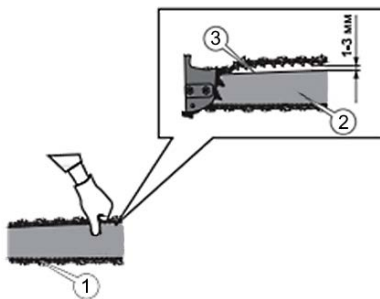

Рисунок 3
3.2.3 Виміряйте величину утвореного прозору між спрямовувальним хвостовиком ланцюга (3, рисунок 3) і напрямною шиною (2, рисунок 3). Прозір повинен бути в межах 1-3 мм, а сам ланцюг повинен легко переміщатися вздовж паза шини від зусилля руки. При цьому нижня частина ланцюга (1, рисунок 3) повинна щільно прилягати до шини без провисання.